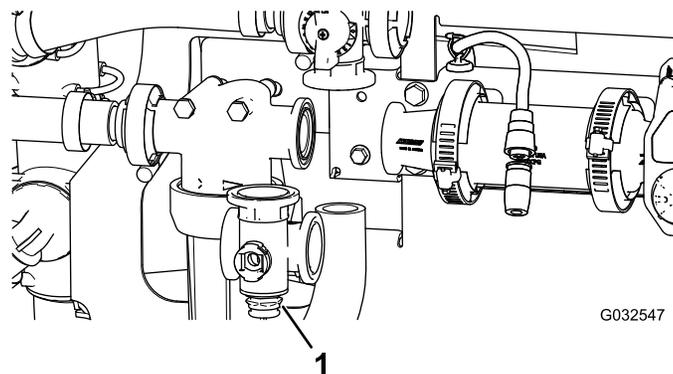

Figura 107
2. Rimuovete il collettore della valvola dell'agitatore dalla macchina (Figura 107).